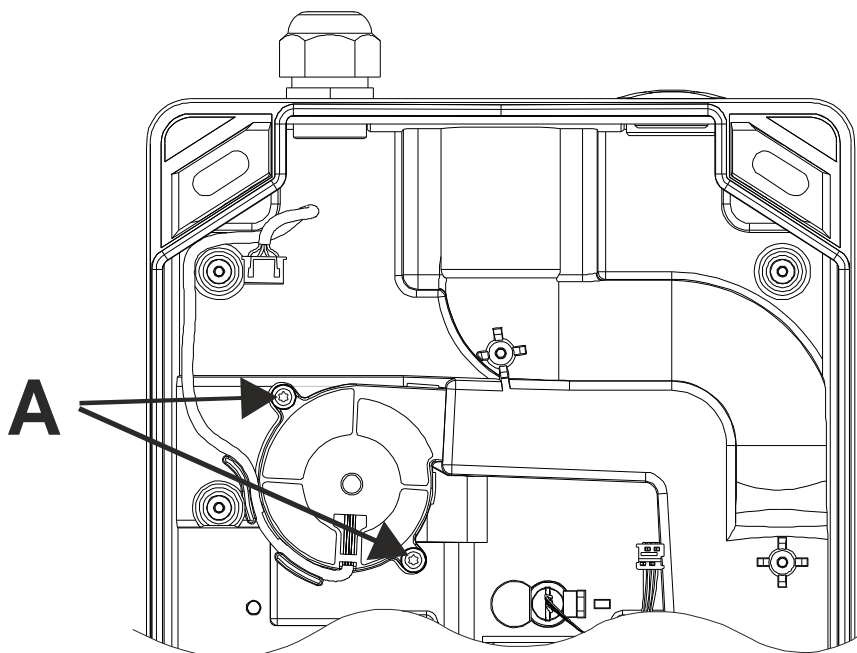

Fig. 51 Desmontaje de la unidad de ventilación para la aspiración
- Extraer los dos tornillos A de la unidad de ventilación para la aspiración con un destornillador Torx T15 (véase la Fig. 51).